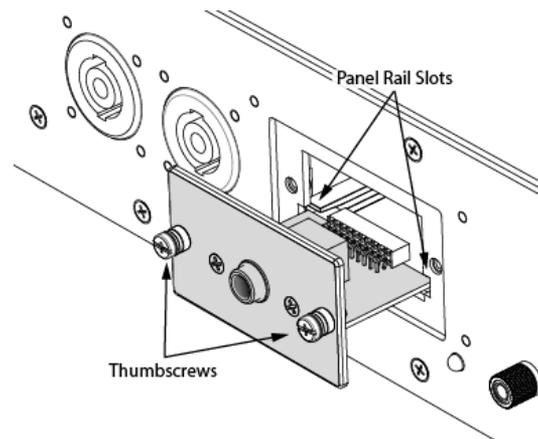

図5 モジュラーヘッドホンコネクタパネルを取り付ける
1. APx517 の筐体から二つのつまみネジを緩めて、コネクタパネルを外します。(図5)